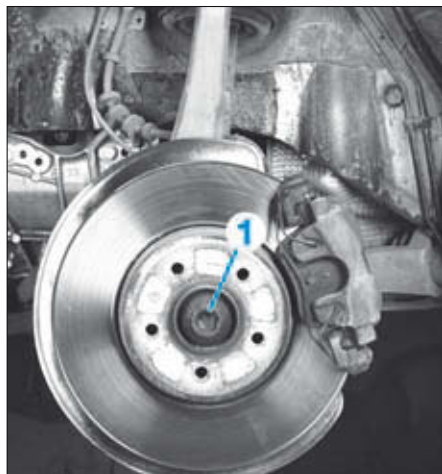

FIG. 1
- Véhicule au sol, desserrer de 90° la vis (1) de transmission sur le pivot (Fig.1).